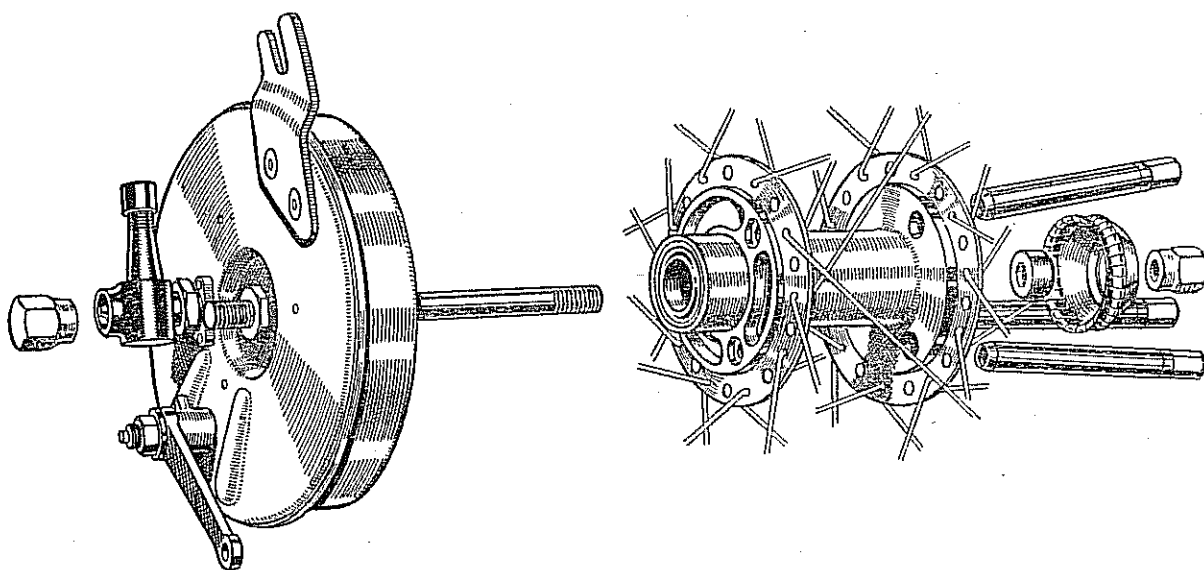

Fig. 41.
72. REMOVAL OF FRONT. (Fig. 41.)